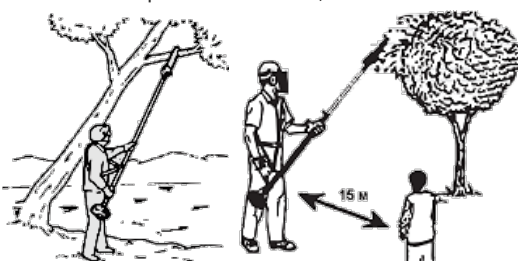

Рисунок 5
- не допускайте присутності сторонніх людей та тварин у зоні виконання робіт (дивіться рисунок 5);